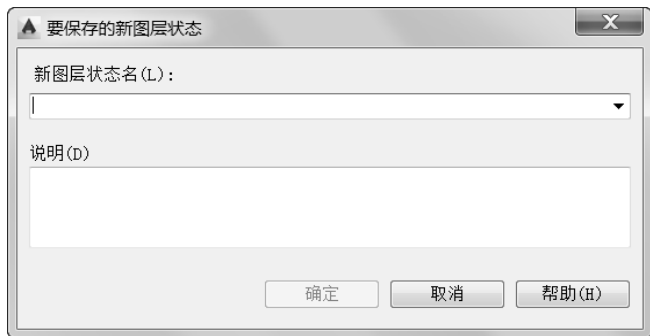

图 4-13 “要保存的新图层状态”对话框
- 4) “新建”按钮：用于创建并保存新图层状态。单击此按钮时，打开“要保存的新图层状态”对话框，如图 4-13 所示，通过提供名称、指定图层设置以及输入可选说明，可以利用该对话框创建新图层状态。